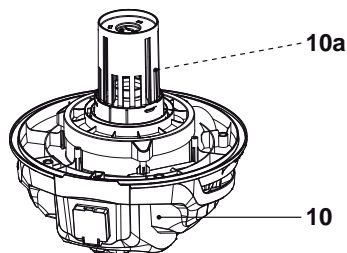

Fig. 20
O produto foi criado com uma válvula de segurança (10a) para evitar que água entre na unidade do motor (10) durante as operações de aspiração húmida (Fig. 20). Antes da utilização, verifique que a válvula de segurança se move livremente dentro da caixa.